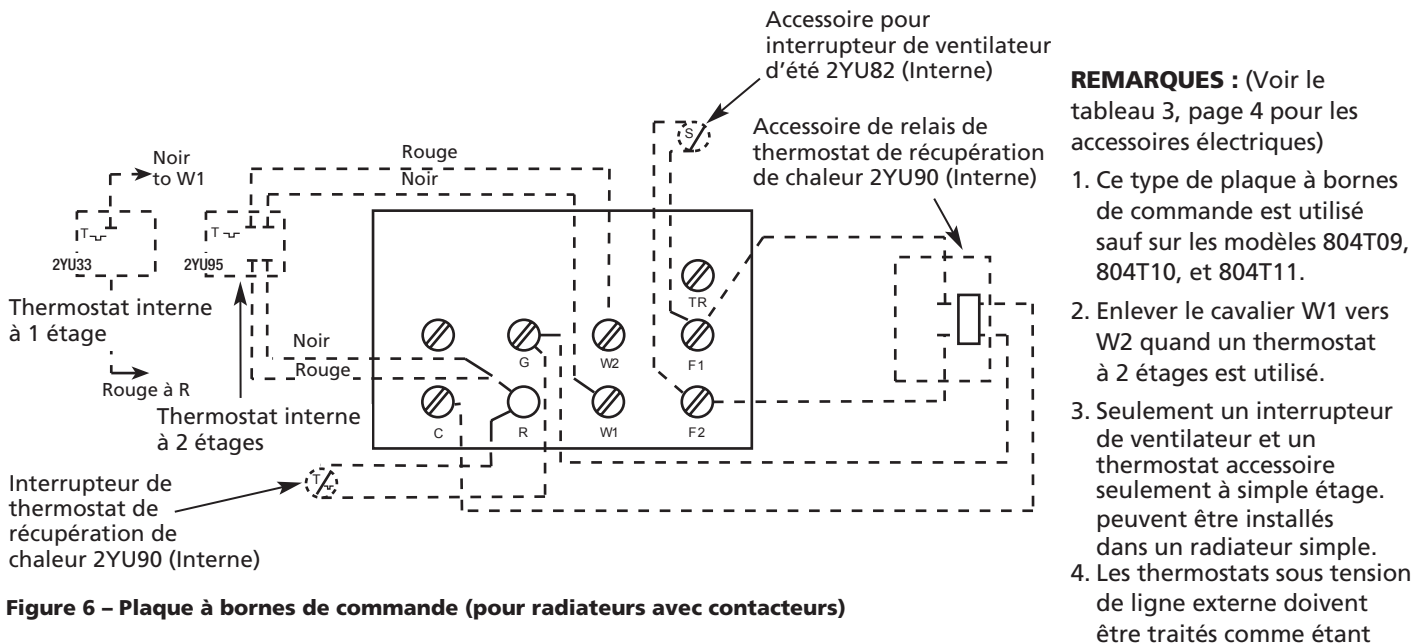

Figure 6 – Plaque à bornes de commande (pour radiateurs avec contacteurs)
4. Pour les appareils livrés avec un contacteur intégré (appareils de 5 kW et plus), se reporter au schéma de câblage de la Figure 6, page 8. Le câblage du circuit de commande doit être au minimum de calibre 18 AWG.